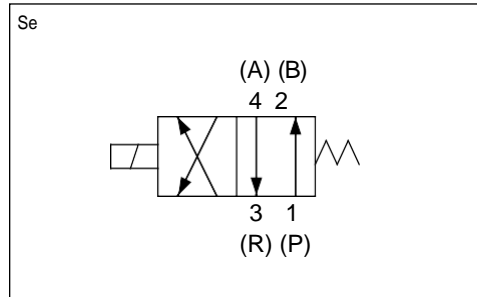

Fig 4
3. İki montaj vidasını aşağıda gösterilen torkla sıkın (Fig 4).